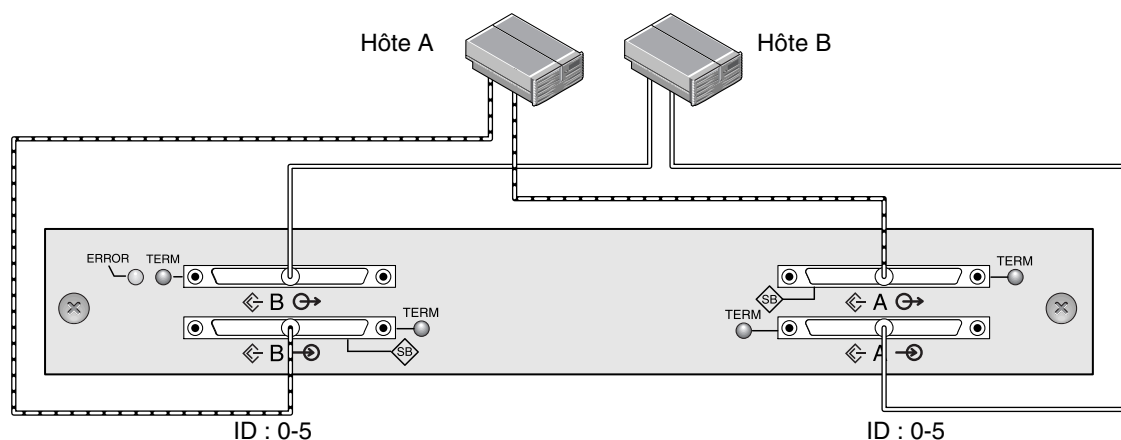

FIGURE B-4 Configuration JBOD à deux hôtes, bus scindé, multi-initiateur
La figure FIGURE B-4 illustre une configuration à bus scindé multi-initiateur dans laquelle chaque hôte est connecté à chaque canal d'hôte. Cette configuration est courante pour prévenir les pannes au sein d'un environnement cluster réseau.
2. Reliez chaque port JBOD à un hôte, comme décrit dans la FIGURE B-4.